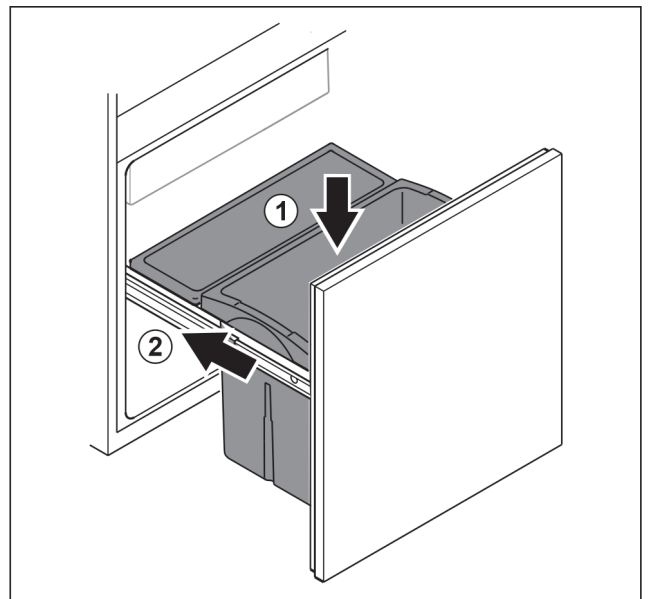

Fig. 99
- ▶ Lade vanaf de bovenkant plaatsen. Fig. 99 (1)
- ▶ Lade erin schuiven. Fig. 99 (2)